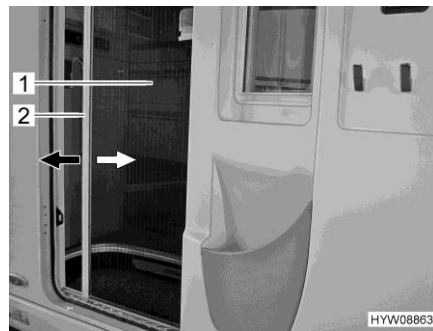

Fig. 47 Protezione contro gli insetti (porta di ingresso)
- Afferrare la barra di presa (Fig. 47,2) con entrambe le mani ed estrarre con movimento uniforme la protezione contro gli insetti (Fig. 47,1) dall'alloggiamento della porta.
- Afferrare la barra di presa (Fig. 47,2) con entrambe le mani e spingere la protezione contro gli insetti (Fig. 47,1) nell'alloggiamento della porta esercitando una leggera pressione.